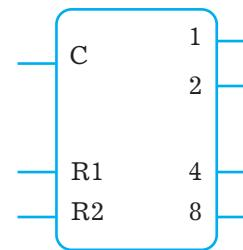

Рис. 2
3. (2 балла) На рис. 2 представлена схема устройства, на которой обозначены входы и выходы. Входы «С», «R1» и «R2» – слева и выходы «1», «2», «4», «8» – справа.